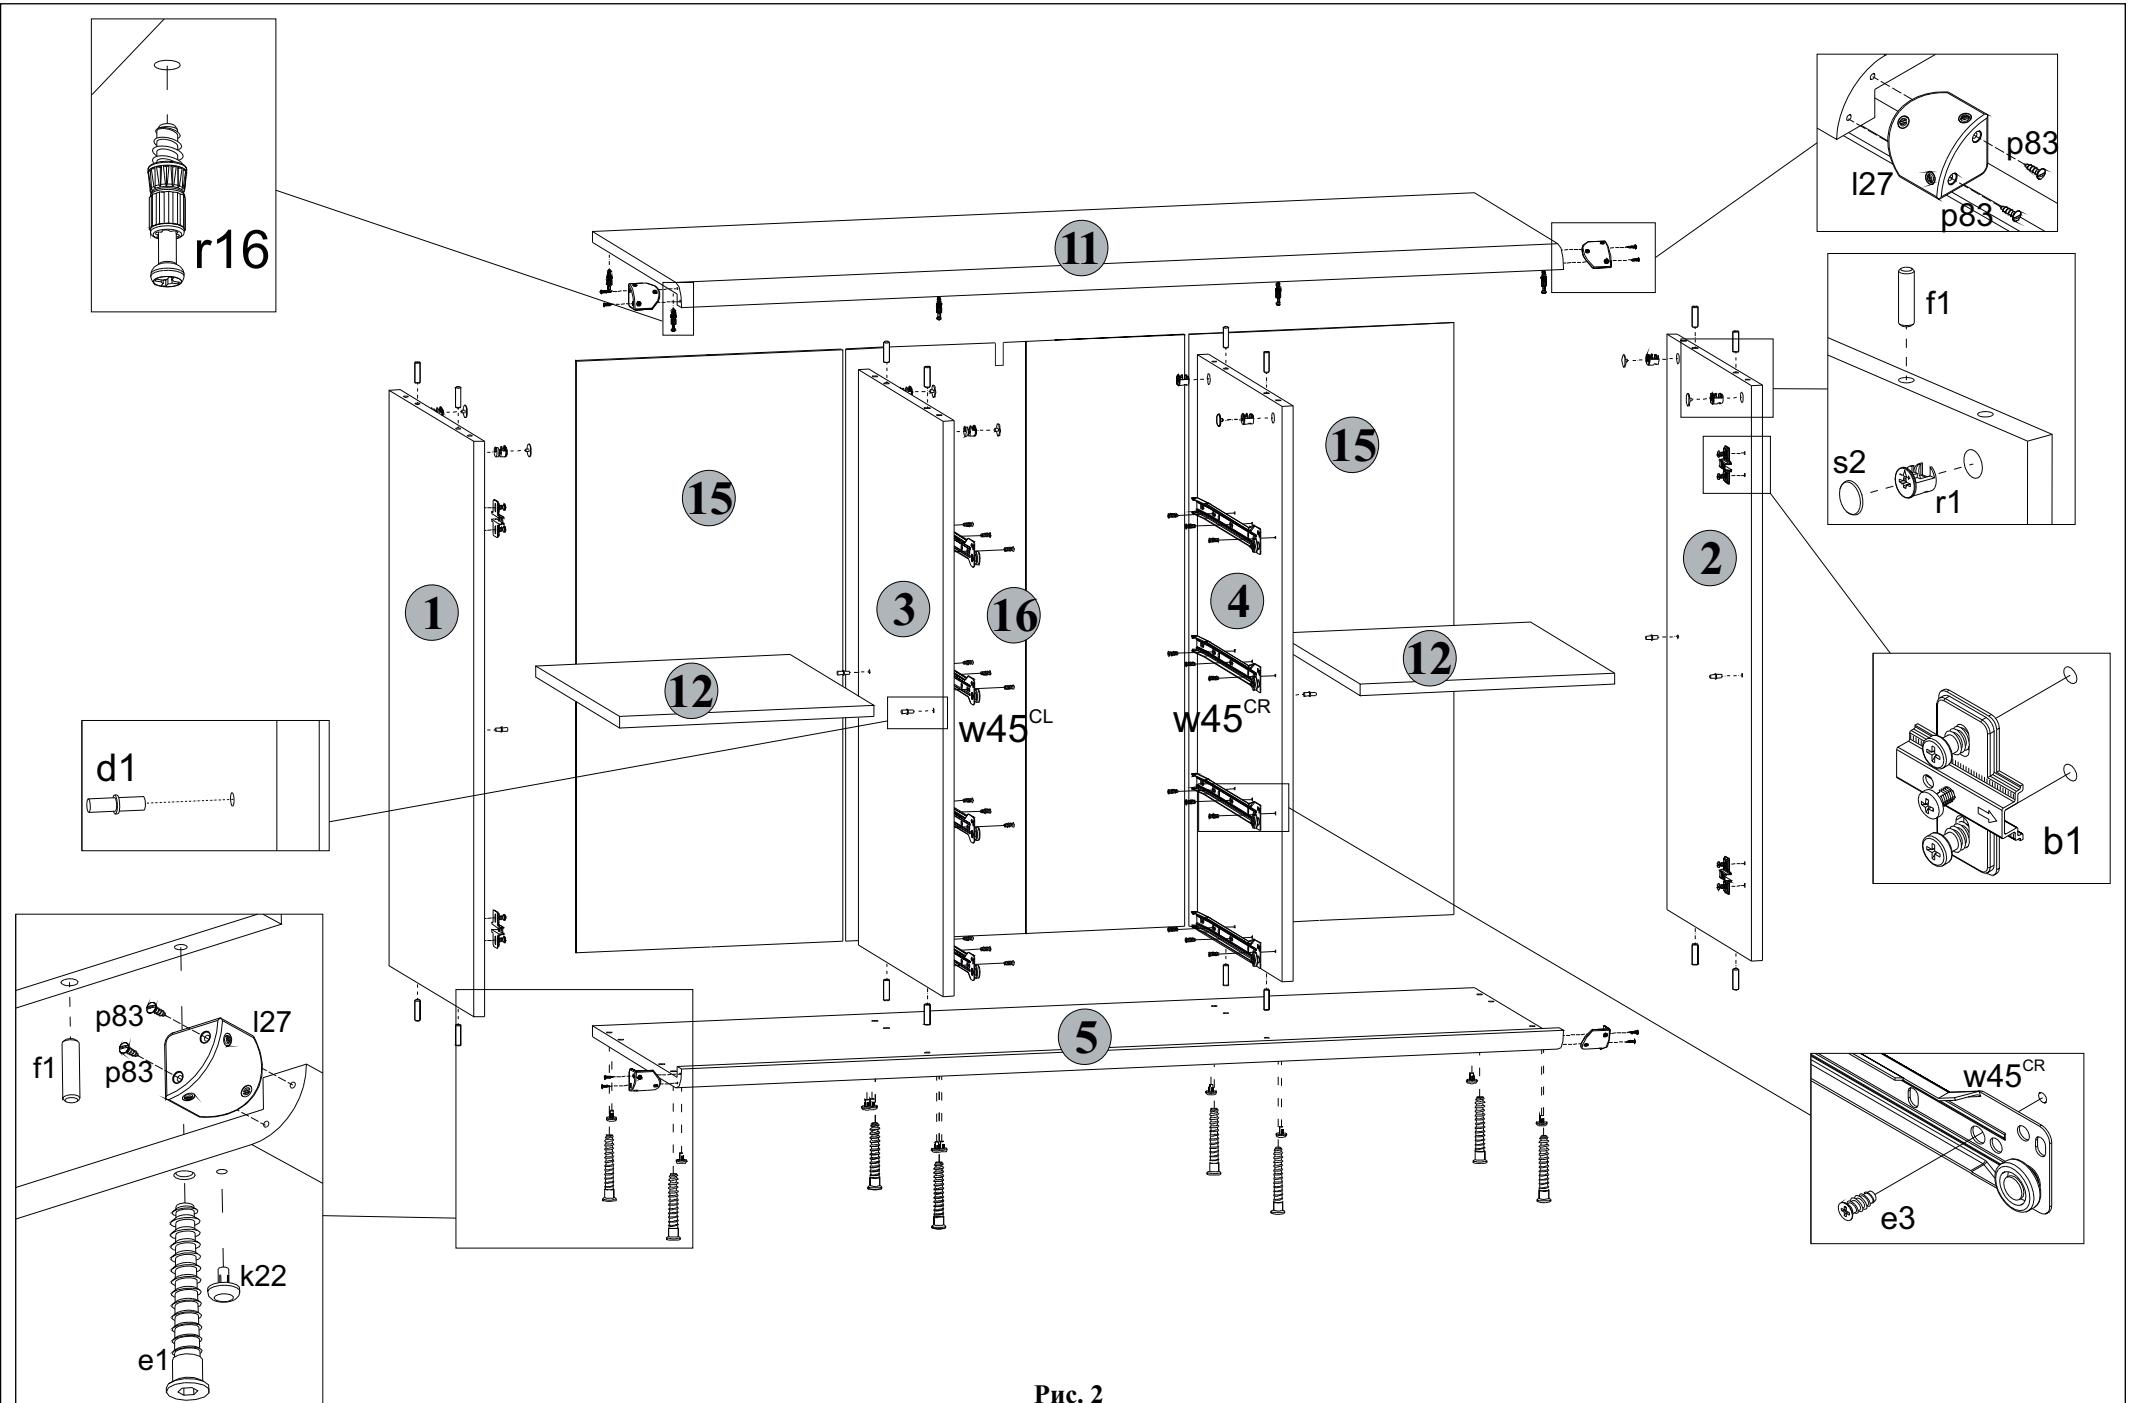

Рис. 2
стенок средних **3** и **4** вбить деревянные шканты **f1** (см.рис. 2).
5.6 На внутренних поверхностях стенок боковых **1** и **2**, а также на правой поверхности стенки средней **3** и на левой поверхности стенки средней **4** в отверстия диаметром **15 мм** вставить стяжки эксцентриковые **r1** (см.рис. 2).
5.7 В отверстия диаметром **5 мм** на нижней поверхности щита верхнего **11** вкрутить винты стяжки **r16**, пользуясь крестообразной отверткой (см.рис. 2).
5.8 В отверстия диаметром **4,5 мм** на нижней поверхности щита нижнего **5** вставить опоры полимерные **k22** (подпятники) (см.рис. 2).
5.10 К деталям **1**, **2**, **3** и **4** присоединить щит нижний **5** и стянуть еврошурупами **e1**, пользуясь специальным ключом **z1** из комплекта фурнитуры (см.рис. 2).
5.12 Закрепить стенки задние **15** на корпусе тумбы гвоздями **I1** с шагом 80-120 мм, пользуясь молотком (см.рис. 2).